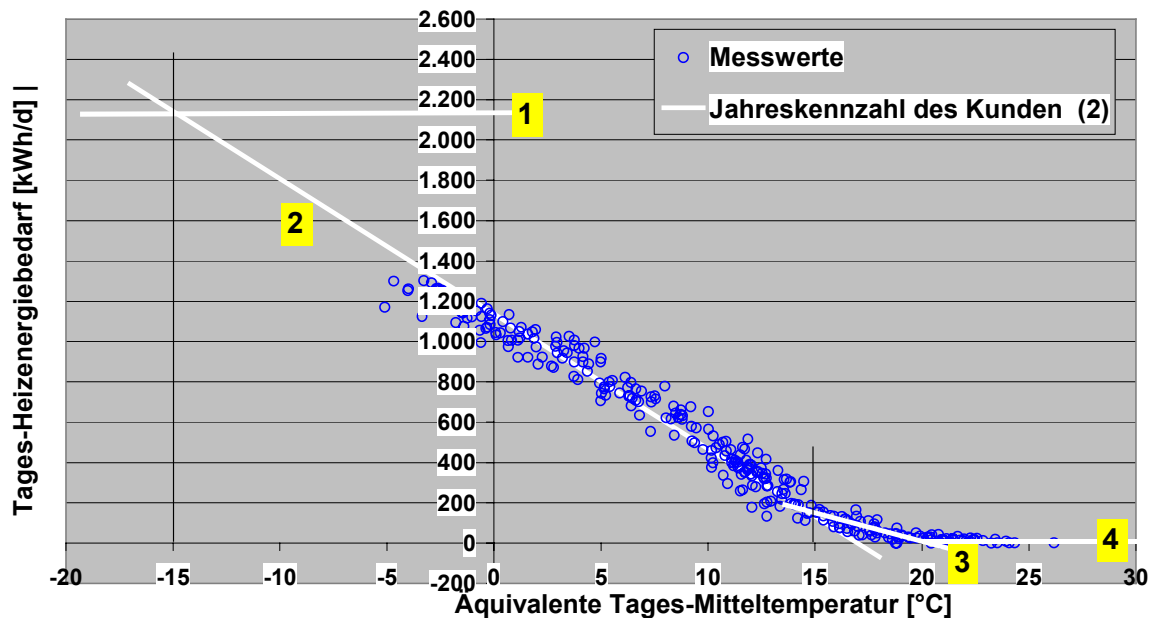

Abb. 14: Abbildung eines Einzelkunden im BTU/ERI Temperatur-Modell
Abb. 14 zeigt eine funktionale Aufteilung der typischen Bereiche der Abhängigkeit des Tages-Heizenergiebedarfs von der äquivalenten Tages-Mitteltemperatur nach dem BTU/ERI Temperatur-Modell:
Der in Abbildung 14 dargestellte **Funktionsbereich (2)** ist der Haupt-Arbeitsbereich einer Heizungsanlage und wird in seiner Geradensteigung durch die Jahreskennzahl des relativen Tages-Heizenergiebedarfs eines Kunden beschrieben. Die Jahreskennzahl als Steigung im Bereich (2) wird berechnet aus dem Quotient des Heizenergieverbrauchs des Kunden im Vorjahr und der Temperatur-Maßzahl (TMZ) im selben Zeitraum. Dieser Zusammenhang kann für alle Datensätze in unterschiedlicher Güte nachgewiesen werden. Charakteristisch für Einzelkunden und Kundengruppen ist die Nullstelle der Geraden des Bereichs (2) zwischen 15 und 20°C.